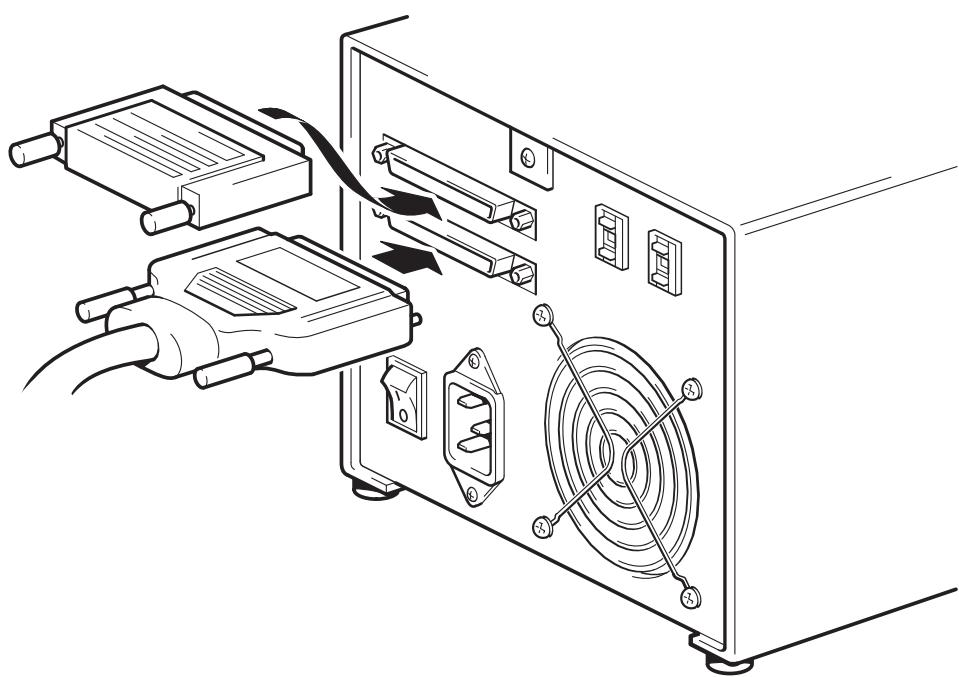

Рис. 6. Подключение SCSI-кабеля
- 4 Подсоедините разъем HD SCSI-кабеля к разъему SCSI на задней панели автозагрузчика и закрепите его винтами (см. Рис. 6).